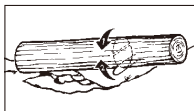

Bild. 13C
3. Stamm an beiden Enden abgestützt: Schneiden Sie zuerst 1/3 des Stammdurchmessers von oben nach unten, um ein Absplittern zu vermeiden. Schneiden Sie dann von unten auf den ersten Schnitt zu, um ein Festklemmen zu vermeiden (Bild. 13C).